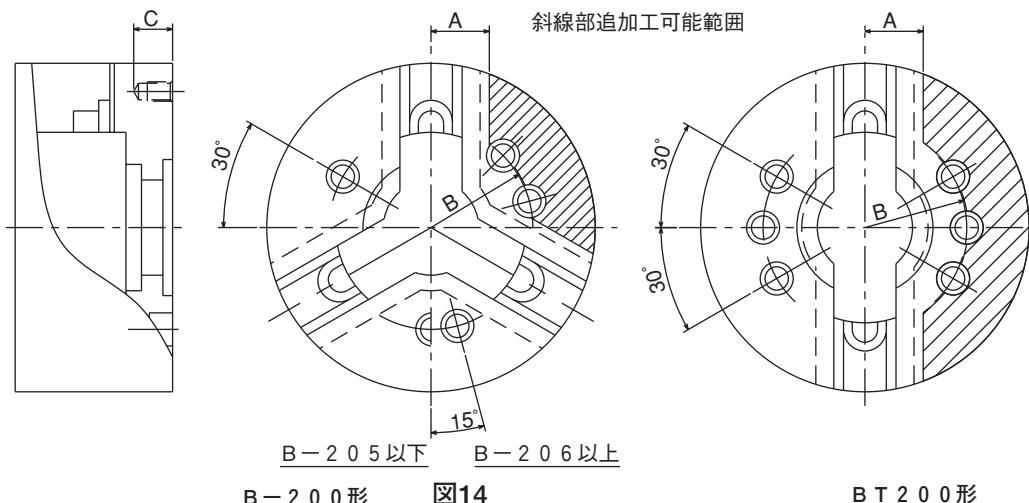

図14
- ・チャックボディ表面に口ケータや治具を取り付ける場合は、図14に示す追加工範囲内に穴明けを行ってください。